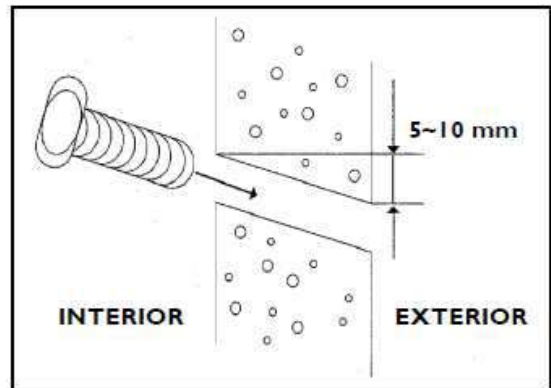

Imagen 14 – Tubo de PVC
- Corte y coloque el tubo de PVC de 7.5 cm de diámetro de acuerdo con el grosor de la pared y pase el tubo a través de la misma (Imagen 14).